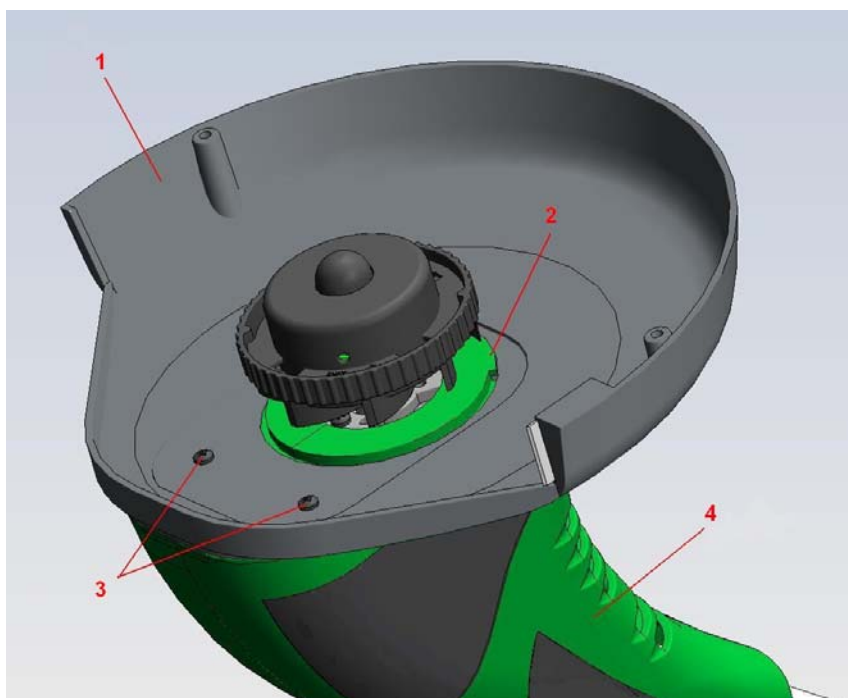

Fig. 1
- 🌿 Instale a saia de proteção (1) antes de ligar e usar o aparador de grama.
- 🌿 Seu aparador de grama Tekna® vem montado, exceto a saia de proteção, esta vem acondicionada junto com o equipamento, na mesma embalagem. Para montá-la vire o aparador de grama de ponta cabeça (Fig.1).
- 🌿 Posicione a saia de proteção conforme o desenho. Encaixe-a na trava (2), pressione junto ao corpo (4), coloque os parafusos (3) e dê o aperto. Conforme ilustra a fig.1.